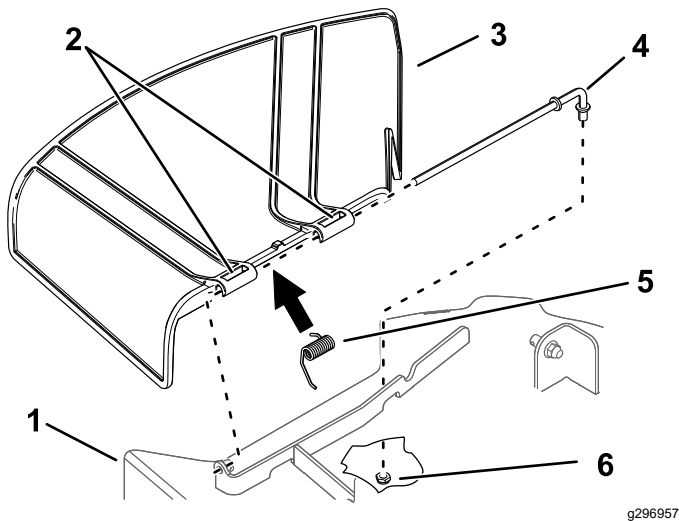

Figura 75
1. Retire la tuerca ( $\frac{3}{8}$ " ) de la varilla debajo del cortacésped (Figura 75).
- Retire la varilla del espaciador corto, del muelle y del deflector de hierba (Figura 75).
- Vuelva a colocar el deflector de hierba (Figura 75).
- Deslice la varilla por el segundo soporte del deflector de hierba (Figura 75).
- Sujete el extremo trasero de la varilla en el cortacésped con una tuerca ( $\frac{3}{8}$ " ), como se muestra en la Figura 75.